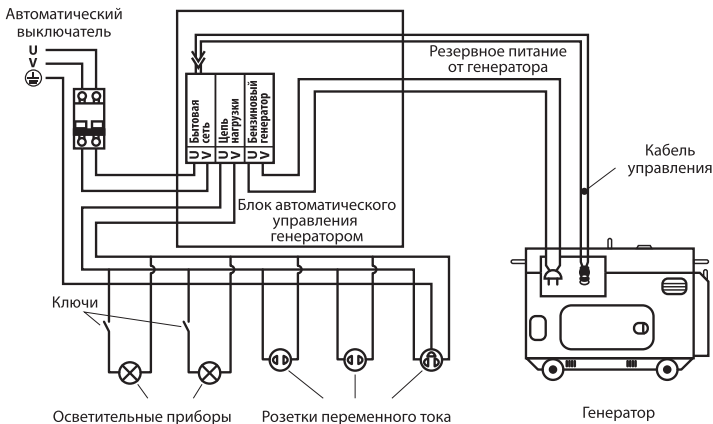

Рис. 3
- 6. Проверьте правильность подключения согласно схеме (рис. 3).